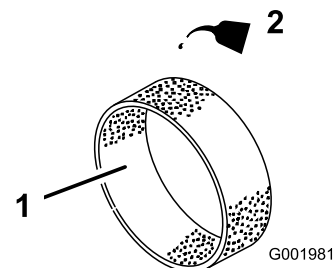

Figure 41
4. Imbibez l'élément de 30 à 60 ml (1 à 2 oz liq.) d'huile (Figure 41).